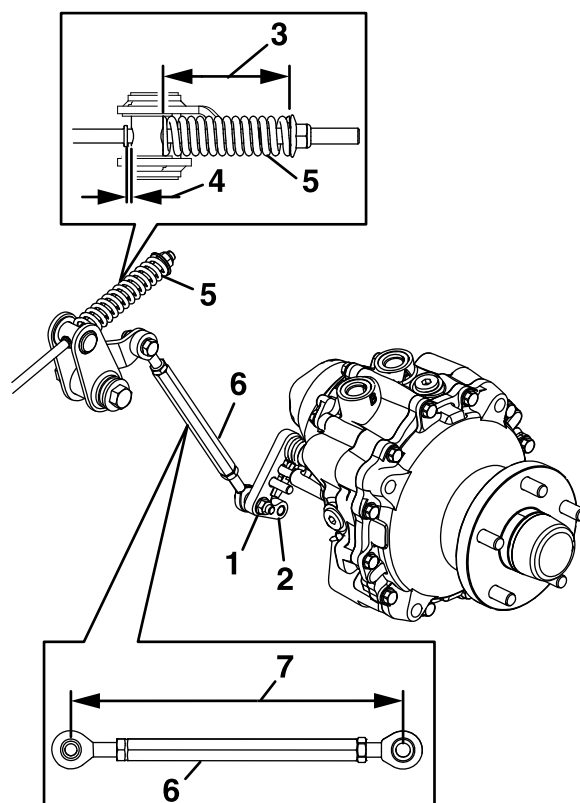

Figure 58
7. Mesurez la longueur de la biellette (Figure 58).
8. Mesurez la longueur du ressort (Figure 58).